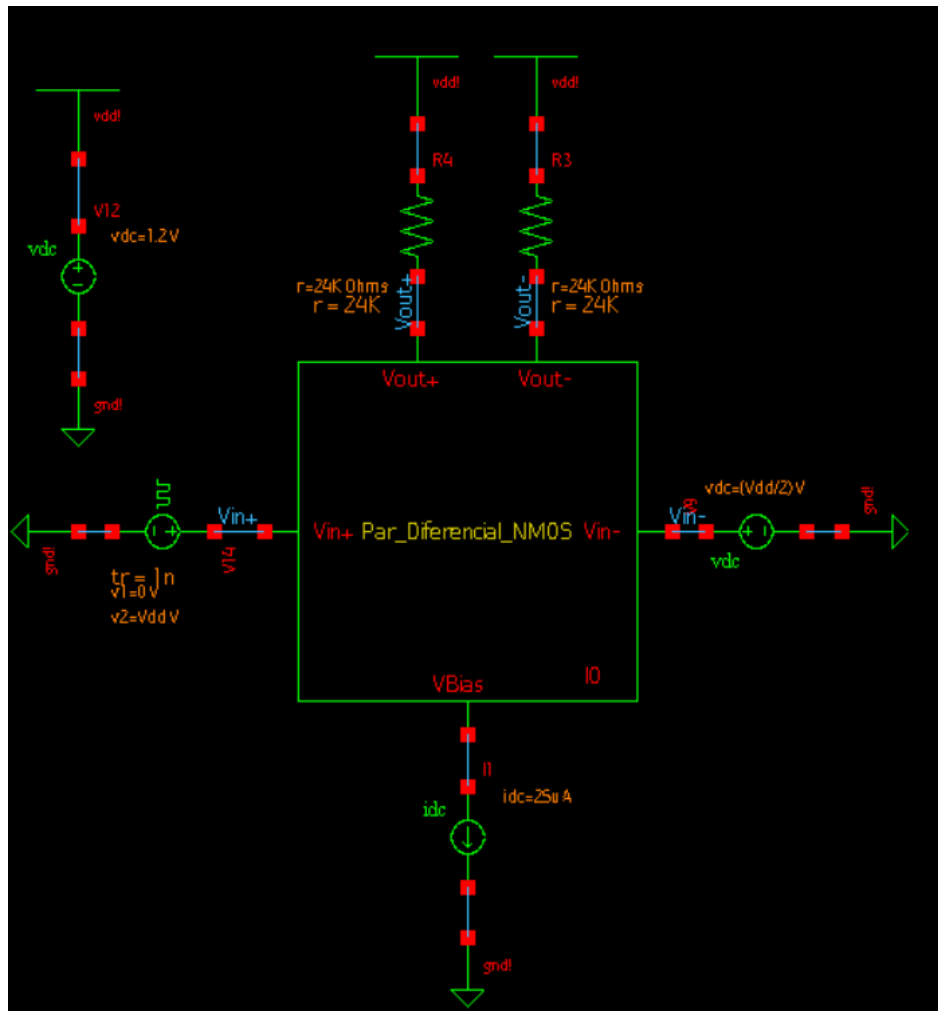
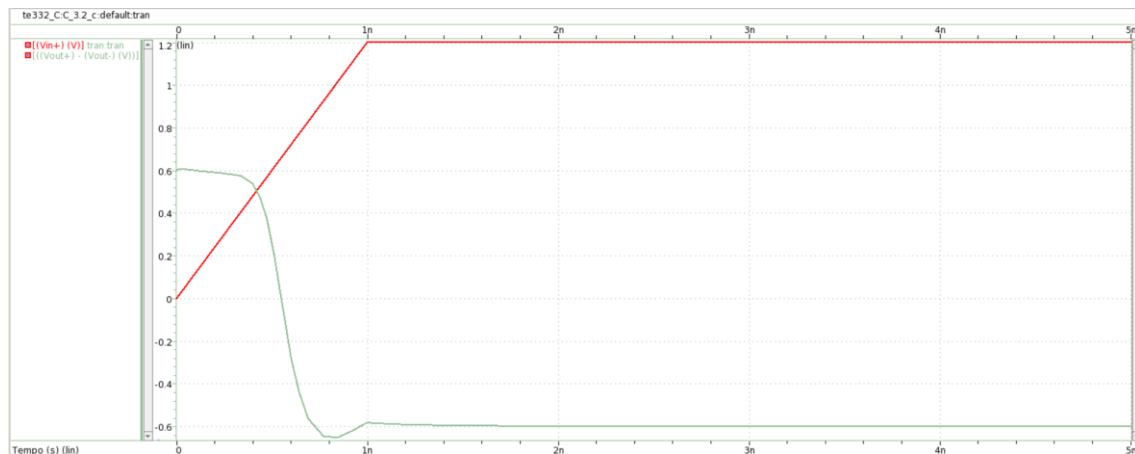

Fig. 16 – Esquemático para teste com pulso de tensão
Fig. 17 – Entrada V_{in+} e tensão de saída diferencial NMOS em função do tempo
c) Então é pedido para manter uma tensão contínua de $V_{dd}/2$ em uma das entradas e um pulso de tensão na outra entrada, de 0 a V_{dd} , com tempo de subida de 1 ns. O esquemático para essa simulação é mostrado na Fig. 16. Então foi feita uma simulação de transitório de 5 ns, selecionando a entrada V_{in+} como *output*. Então foi selecionado o atalho de *Differential Nets* para incluir a tensão de saída diferencial. O gráfico obtido é mostrado na Fig. 17. Em seguida são incluídas outras Figuras para localizar mínimos e máximos que a tensão de saída diferencial assume.